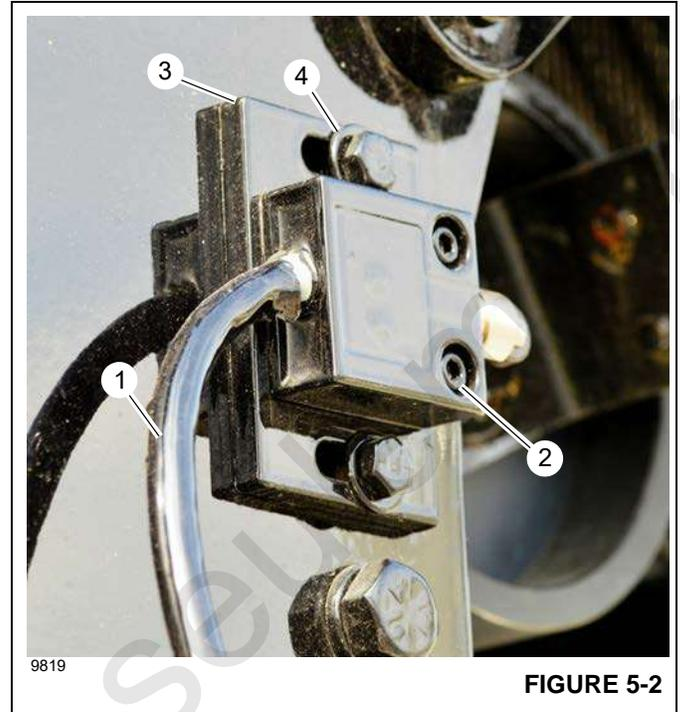

FIGURE 5-2
L'indicateur de 3ème enroulement est intégré au système RCL. L'indicateur de 3ème enroulement (Figure 5-2) est situé sur le côté gauche du support de roulement, à gauche du treuil de la grue. L'indicateur de 3ème enroulement est conçu pour prévenir le grutier lorsqu'il ne reste plus que trois enroulements de câble métallique ou synthétique sur le tambour du treuil.
1. Débrancher le câble de l'indicateur de 3ème enroulement (1, Figure 5-2) du connecteur d'indicateur de 3ème enroulement situé à l'intérieur du châssis de treuil.
2. Enlever les boulons (2) et retirer l'indicateur de 3ème enroulement de la plaque (3).
3. Enlever les boulons et les rondelles (4) et retirer la plaque d'indicateur de 3ème enroulement (3) du treuil.